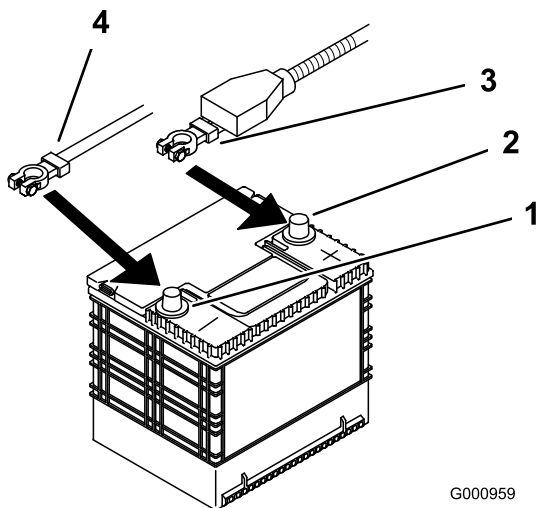

Figure 47
4. Commencez par débrancher le câble négatif de la batterie de la borne négative (-) de la batterie (Figure 47).
5. Ôtez le capuchon rouge de la borne positive (rouge) de la batterie. Débranchez ensuite le câble positif (rouge) de la batterie (Figure 47).
1. Placez la batterie dans son support en tournant les bornes à l'opposé du réservoir hydraulique (Figure 47).
4. Fixez les câbles à l'aide de 2 boulons (1/4 x 3/4"), 2 rondelles (1/4") et 2 contre-écrous (1/4") (Figure 47).